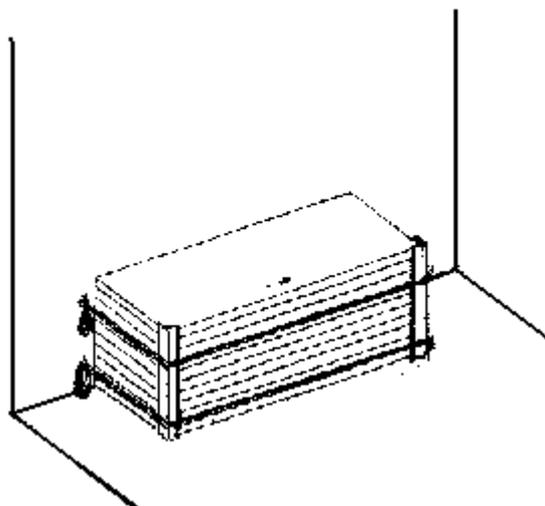

Figura 6 – Modo correto de armazenar – máximo 10 folhas
**3.1** As portas devem ser transportadas na posição horizontal e travadas, não permitindo a sua movimentação. Armazenar no máximo 10 folhas, conforme a figura 6.